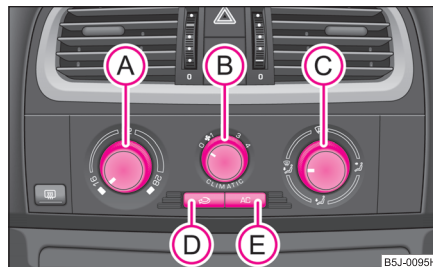

Abb. 84 Climatic: Bedienelemente
Die Klimaanlage arbeitet, wenn der Schalter  ⇒ Seite 80, Abb. 84  gedrückt ist und folgende Bedingungen erfüllt sind:
- Drehen Sie den Drehregler  ⇒ Abb. 84 nach rechts, um die Temperatur zu erhöhen.
- Drehregler  ⇒ Seite 80, Abb. 84 auf der von Ihnen üblicherweise gewählten Temperatur (wir empfehlen 22 °C) lassen
- Drücken Sie den Schalter  ⇒ Seite 80, Abb. 84, das Schalter-Symbol  leuchtet auf.
Wenn der Luftverteilungsregler **C** in der Position  ⇒ Seite 80, Abb. 84 steht, wird der Umluftbetrieb automatisch ausgeschaltet. Durch wiederholtes Drücken der Drucktaste  können Sie auch in dieser Stellung den Umluftbetrieb wieder einschalten.
Die Luftzufuhr für die einzelnen Düsen stellen Sie mit dem Luftverteilungsregler **C** ein \Rightarrow Seite 80, Abb. 84. Die Luftaustrittsdüsen **3** und **4** können einzeln geschlossen und geöffnet werden:
Aus den geöffneten Luftaustrittsdüsen strömt je nach Stellung des Drehreglers **A** \Rightarrow Seite 80, Abb. 84 und nach Klimabedingungen erwärmte, nicht erwärmte bzw. gekühlte Luft. ■